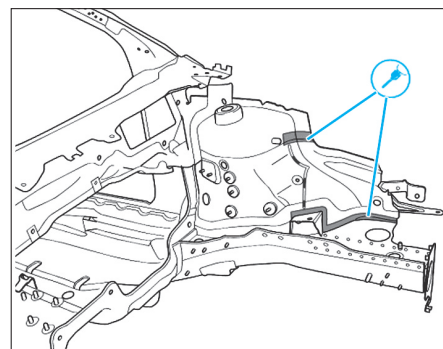

FIG. 14
- Découper et dépointer le passage de roue partiellement comme illustré (Fig.14).